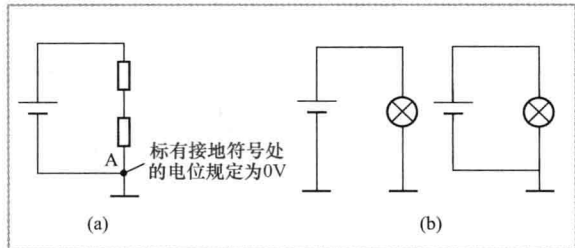

图 1-8 接地符号含义说明图
(1) 在电路图中，接地符号处的电位规定为  $0V$ 。在图 1-8 (a) 所示电路中，A 点标有接地符号，规定 A 点的电位为  $0V$ 。
(2) 在电路图中，标有接地符号处的地方都是相通的。图 1-8 (b) 所示的两个电路图虽然从形式上看不一样，但实际的电路连接是一样的，故两个电路中的灯泡都会亮。